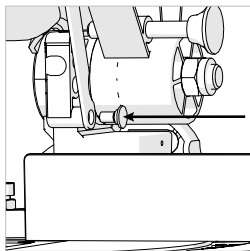

Рис. 28
- Установите на место рычаг управления защитным кожухом и фиксирующий его осевой винт (**рис. 28**).